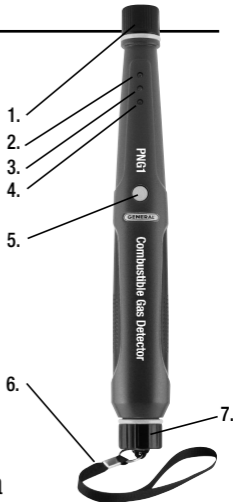

Fig. 1
1. Abra el compartimiento de las baterías del PNG1 desenroscando la tapa negra de la base del instrumento (Fig. 1, detalle 7).